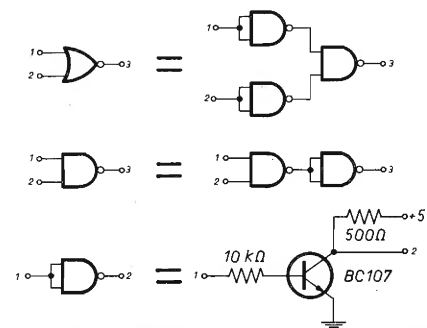

figura 4
Dal punto di vista pratico, pur di non lasciare inutilizzati tre or e tre and, e anche per dare una certa omogeneità all'acquisto degli integrati, si è preferito utilizzare delle porte SN7400 opportunamente collegate come indicato in figura 4. Per chi vuole seguire lo schema passo-passo e gli avanza un nand-gate (ne sono usati nove) allego la realizzazione di un inverter con transistor BC107. Nella figura 3 sono mostrati per chiarezza i diagrammi temporali dell'uscita con un esempio in cui il commutatore « programmazione tempo » è in posizione 4. Con B(0) si è indicato l'uso in gamma B col commutatore in posizione zero. La gamma C svincola l'oscillatore dalla decodifica.